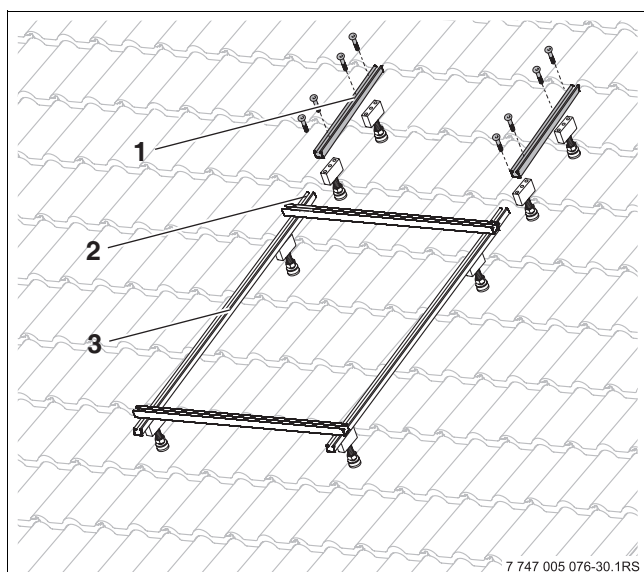

Bild 44 Profilschiene-Speicher an Profilschiene FD/ÜD befestigen
- Profilschiene-Speicher (Bild 44, [1]) auf die Steckverbinder-TSS [2] aufstecken und mit Schrauben M8x20 und Muttern M8 verschrauben.
- Profilschiene-Speicher (Bild 44, [1]) jeweils mit zwei Schrauben am Haltebock befestigen.